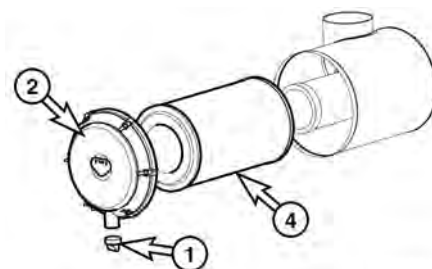

Рис. 97
2. Снять клапан эвакуатора пыли (1, рис. 97) и крышку воздухоочистителя (2).
3. Удалить наружный фильтр (4, рис. 97) из корпуса воздухоочистителя.